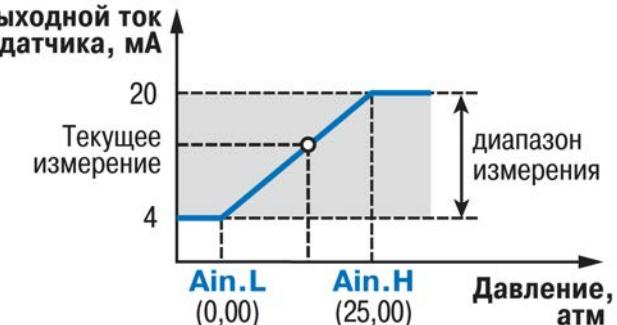

Рисунок 3.5 – Пример задания диапазона измерения активного датчика
- Пример. При использовании датчика с выходным током 4...20 mA, контролирующего давление в диапазоне 0...25 атм., в параметре Ain.L задается значение 00,00, а в параметре Ain.H – значение 25,00 (см. рисунок 3.5). После этого обработка и отображение показаний будет производиться в атмосферах.